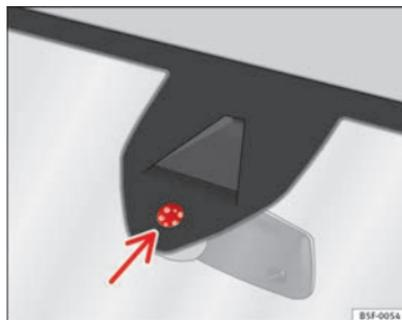

Fig. 73 Surface sensible du détecteur de pluie.
Les causes possibles d'anomalies et d'interprétations erronées dans la zone de la surface sensible ⇒ fig. 73 du détecteur de pluie peuvent être :
- Nettoyez régulièrement la surface sensible du détecteur de pluie et recherchez d'éventuels dommages sur les balais ⇒ fig. 73 (flèche).